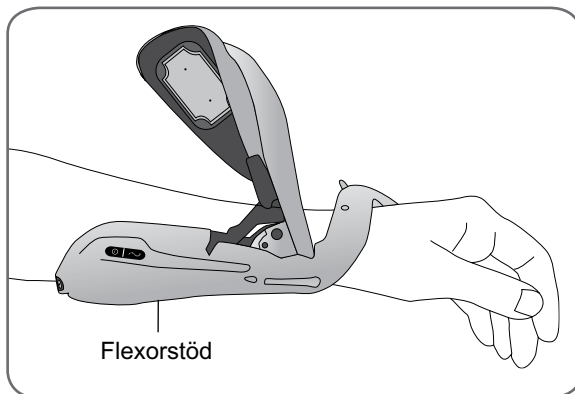

Bild 8-9: Placera flexorstödet
3. Placera underarmen i ortosens flexorstöd. Se bild 8-9.